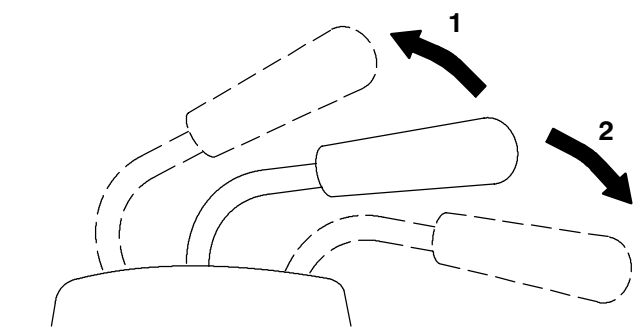

Figure 19
2. Tirer le levier de relevage vers le haut pour relever l'accessoire (Fig. 19). Ceci soulève l'accessoire et le maintient en position relevée.
2. Appuyer le levier vers le bas pour descendre l'accessoire (Fig. 19).